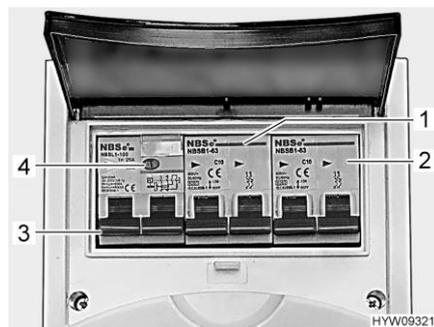

Bild 121 Leitungsschutzschalter und FI-Schalter (230-V-Sicherungskasten)
Ein Fehlerstrom-Schutzschalter (FI-Schalter) (Bild 121,3) im Sicherungskasten sichert das gesamte Fahrzeug gegen Fehlerstrom (30 mA) ab.
Der nachgeschaltete Leitungsschutzschalter (10 A) (Bild 121,1) sichert die 230-V-Steckdosen, das Stromversorgungsgerät, das Zusatz-Stromversorgungsgerät und den Kühlschrank ab.
Bei Fahrzeugen mit Sonderausstattung, z. B. einer Klimaanlage, sichert ein zusätzlicher Leitungsschutzschalter (16 A) (Bild 121,2) das Gerät ab.
- Wenn das Fahrzeug an die 230-V-Versorgung angeschlossen ist, die Prüftaste (Bild 121,4) drücken. Der Fehlerstromschutzschalter (FI) muss auslösen.